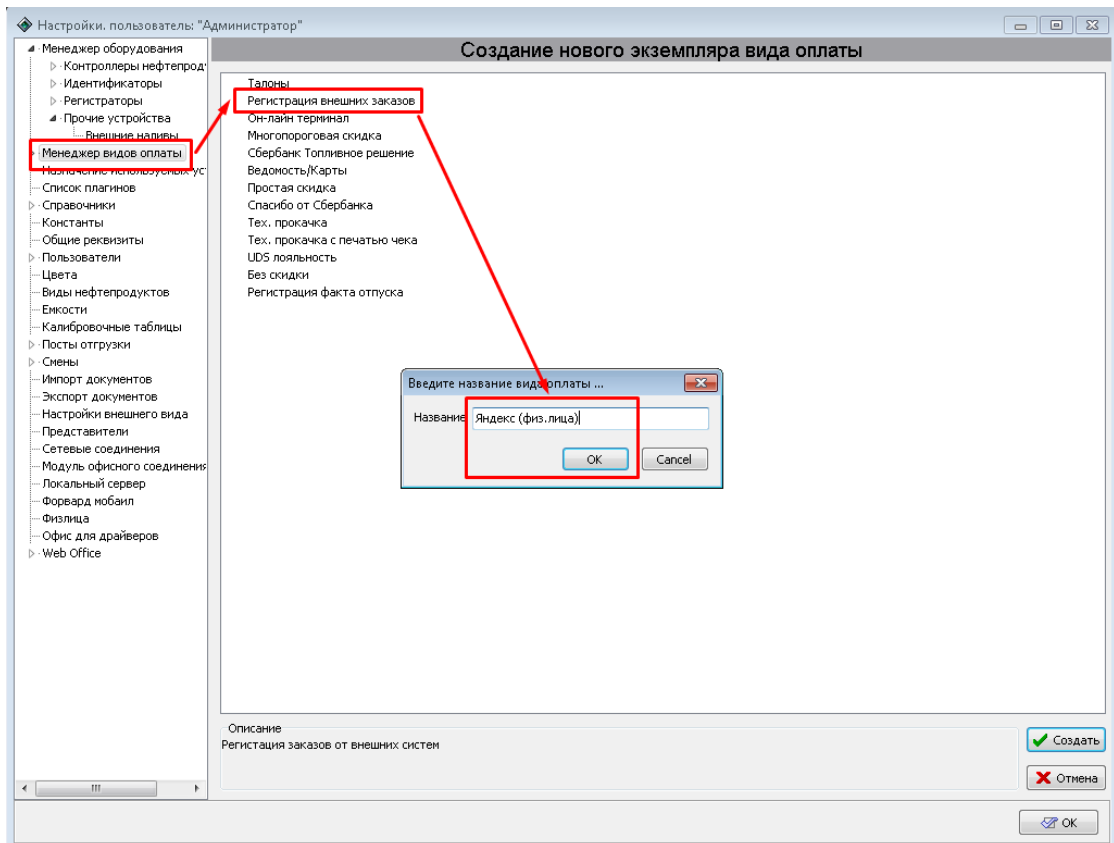

Рисунок 122.
17. Создайте вид оплаты "Регистрация внешних заказов", назовите его "Яндекс (физ.лица)" (рисунок 122):